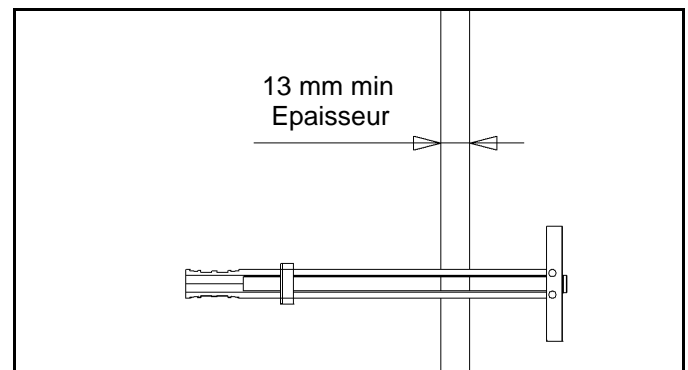

Figure 5.
3. A l'aide d'un ancrage plastique (100) dans le trou, faites glisser la prise pour les doigts ensemble pour tourner l'extrémité à l'intérieur du trou perpendiculairement au mur (voir figure 5).